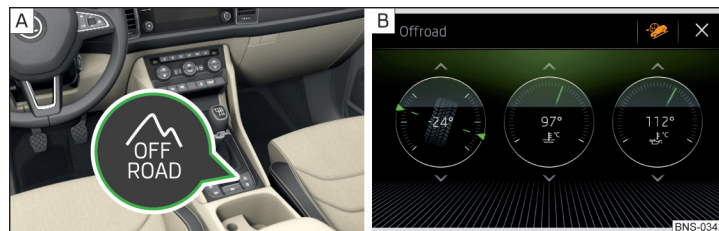

Fig. 265 **Bouton Offroad / écran d'Infodivertissement Affichage lors de l'activation**
► Pour **activer/désactiver**, appuyez sur le bouton  » fig. 265 - [A].
En cas d'**activation** les voyants du mode Offroad  et de l'assistant à la descente  **s'allument** sur le tableau de bord. Dans l'écran d'Infodivertissement, l'affichage du mode Offroad apparaît » fig. 265 - [B].